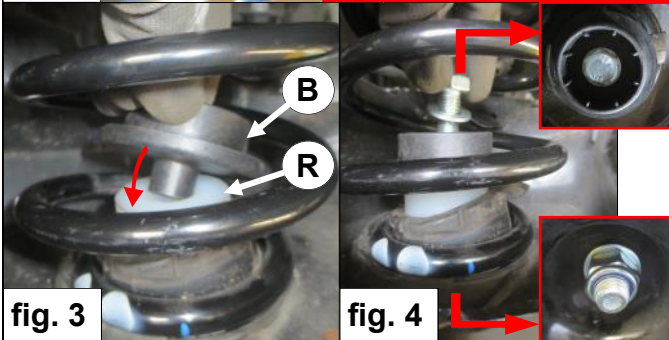

fig. 3
3. Plaats veerschotel **B** in afstandsbuis **R**. *Zie fig. 3.*
3. Insert spring seat **B** into spacer **R**. *See fig. 3.*
3. Stellen Sie Federteller **B** in Scheibe **R**. *Siehe Fig. 3.*
3. Placez et plaquez le ressort **B** dans l'entretoise **R**. Voir fig. 3.
3. Placera fjäderfäste **B** spacer **R**. Se Fig. 3.
3. Coloque el retén del muelle **B** espaciador **R**. Véase fig. 3.